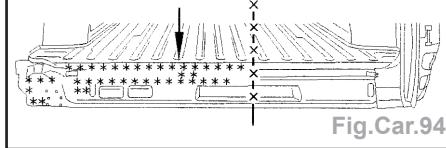

Fig.Car.94
- dégrafer la ligne de points à l'aide d'une fraise de Ø 8 mm (Fig.Car.94),